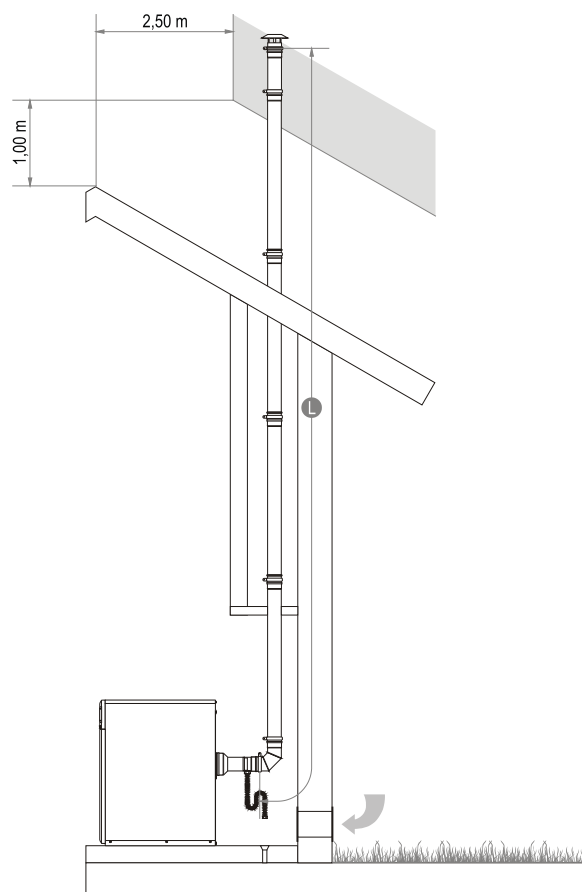
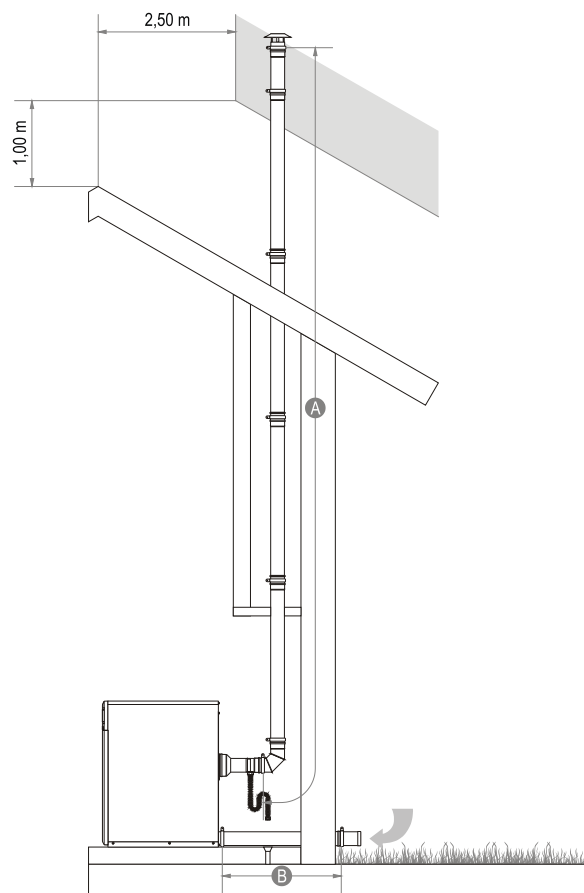

fig.2
fig.4
- Respetar siempre la longitud máxima de evacuación admisible (fig.2 a fig.4).